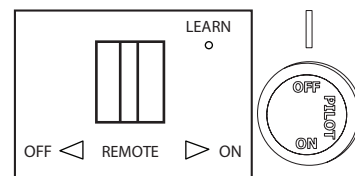

Fig. 17 - Receptor y perilla de control
- Coloque el interruptor del receptor en la posición “ON” (Ver Fig. 17).
3. Gire la perilla de control hacia la derecha a la posición “OFF” (Ver Fig. 17).
4. Espere cinco (5) minutos para que se vacíe todo el gas. Luego huela en busca de gas, incluyendo cerca del piso. Si huele gas, ¡ALTO! Siga “B” en la información de seguridad a la izquierda de esta etiqueta. Si no huele a gas, vaya al siguiente paso.
5. Presione ligeramente y gire la perilla de control hacia la izquierda a la posición “PILOT” (Ver Fig. 17). Oprima la perilla de control.